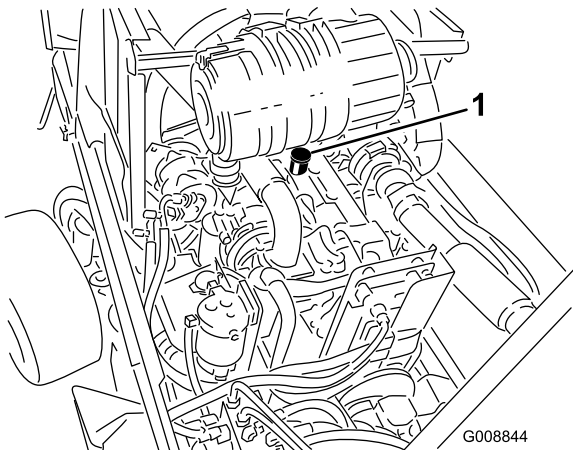

Figure 62
3. Si le niveau d'huile est en dessous du repère minimum, enlevez le bouchon de remplissage (Figure 62) et faites l'appoint jusqu'à ce que le niveau correct soit atteint. **Ne remplissez pas excessivement.**